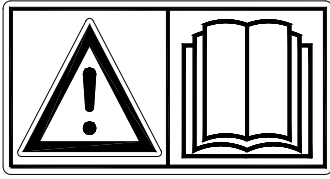

Abbildung 1
**Lesen und verstehen** Sie die Betriebsanleitung (Abbildung 1) vor Inbetriebnahme der Redexim-Maschine.